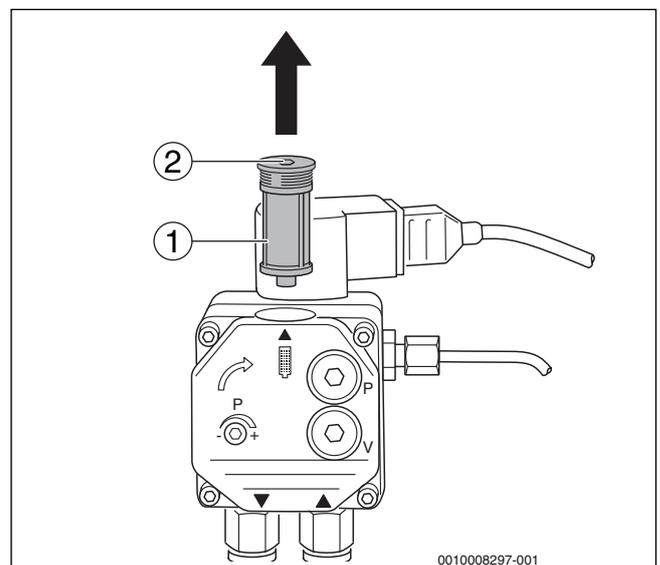

Bild 29 Ölpumpenfilter prüfen – Ölpumpe Danfoss
- ▶ Die Innensechskantschraube an der Oberseite (→Bild 29, [2]) lösen.
- ▶ Ölpumpenfilter (→Bild 29, [2]) nach oben herausziehen.
- ▶ Ölpumpenfilter (→Bild 29, [1]) mit Waschbenzin reinigen, gegebenenfalls austauschen und wieder in die Ölpumpe einbauen.